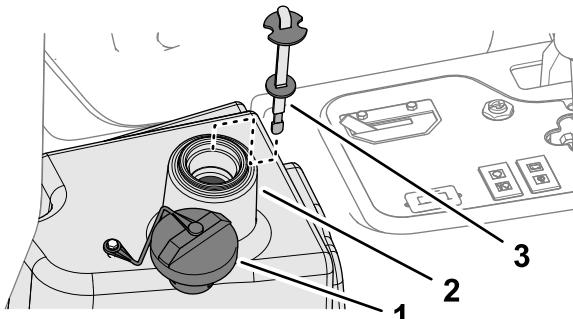

**Figura 84**
2. Desconecte la manguera hidráulica (Figura 83) o retire el filtro hidráulico (Figura 84) y deje fluir el fluido hidráulico en un recipiente apropiado.